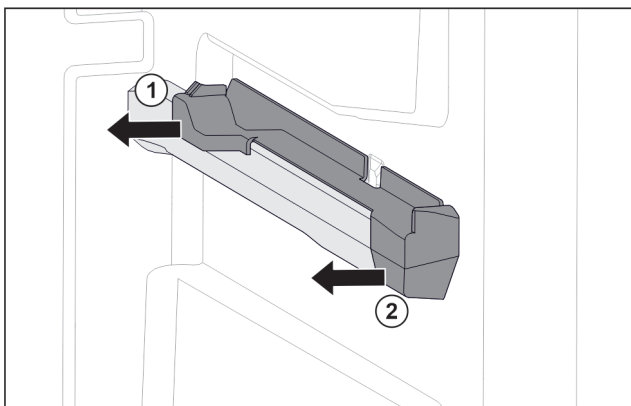

Fig. 77 Élément emboîtable sur la nervure de récipient droite
- Le retirer sur le côté par l'arrière. Fig. 77 (1)
- Le retirer sur le côté par l'avant. Fig. 77 (2)